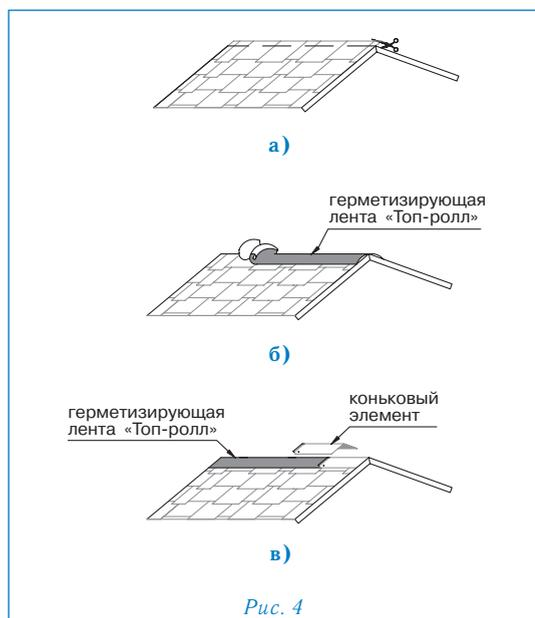

Рис. 4
Конек (рис. 4)
- Верхний ряд черепицы ПРЕСТИЖ ЗОДЧИЙ ЦИНК-ТИТАН доводится до линии конька (ребра), выступающие части листов обрезаются (рис. 4а);
- линии коньков и ребер герметизируются специальной самоклеящейся лентой «Топ-ролл» (рис. 4б);
- далее устанавливаются внахлест специальные коньковые элементы (направление укладки по преимущественному направлению ветра). Каждый коньковый элемент плотно прижимается к основанию кровли и фиксируется двумя гвоздями из нержавеющей стали длиной 35 мм, которые перекрываются следующим коньковым элементом (рис. 4в).